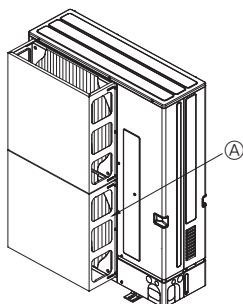
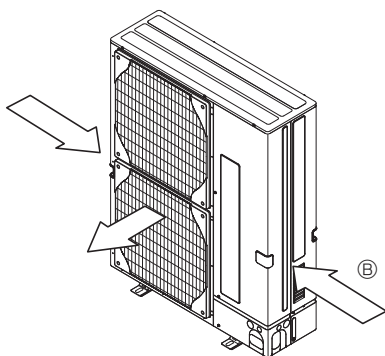

Fig. 2-4
Fig. 2-5
② Installeer een optionele luchtgeleider als het apparaat wordt geïnstalleerd op een plaats waar krachtige windstoten bij storm etc. rechtstreeks de luchtuitlaat kunnen binnendringen. (Fig. 2-4)
④ Luchtbeveiligingsgeleider
③ Plaats het apparaat indien mogelijk zo dat de luchtuitlaat in dezelfde richting blaast als de seizoenswinden. (Fig. 2-5)
⑥ Windrichting